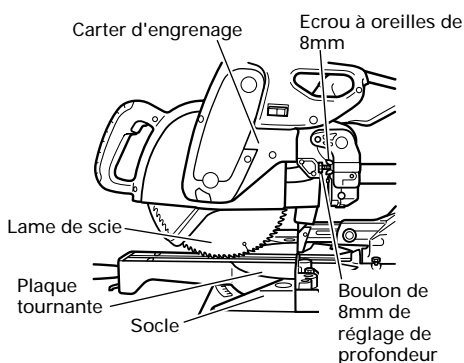

Fig. 9
S'assurer que la lame de scie peut être abaissée de 13/32" à 7/16" (10 à 11mm) en dessous de la plaque d'insertion de table, comme le montre la Fig. 9.
**REMARQUE:** Pour couper à angle droit une pièce dont la hauteur excède 3-11/32" (85mm) et pour faire une coupe en biseau à gauche d'une pièce dont la hauteur excède 2-3/16" (55mm) ou une coupe en biseau à droite d'une pièce dont la hauteur excède 1-3/16" (30mm), régler la position limite inférieure de manière que la base de la tête du moteur (se reporter à la Fig. 9) ne vienne pas en contact avec la pièce.